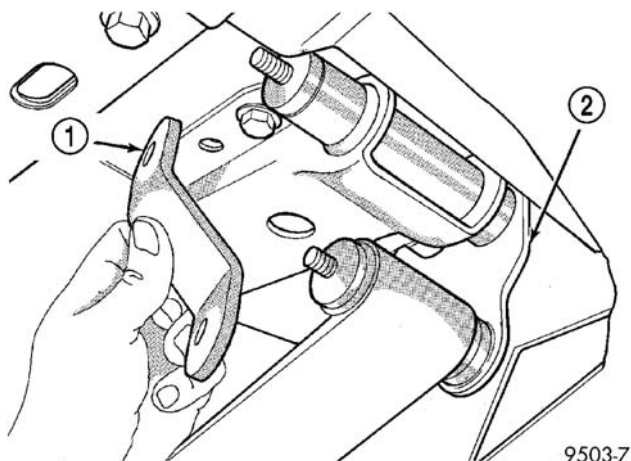

图 35 后簧吊架
(9) 松开并卸下后板簧吊架螺母（图 35）。然后从吊架上卸下吊架夹板，并从吊架上卸下板簧。（图 35）。
(10) 从车辆上卸下板簧。
(11) 松开并卸下后板簧前支座的枢轴螺栓。卸下支座。